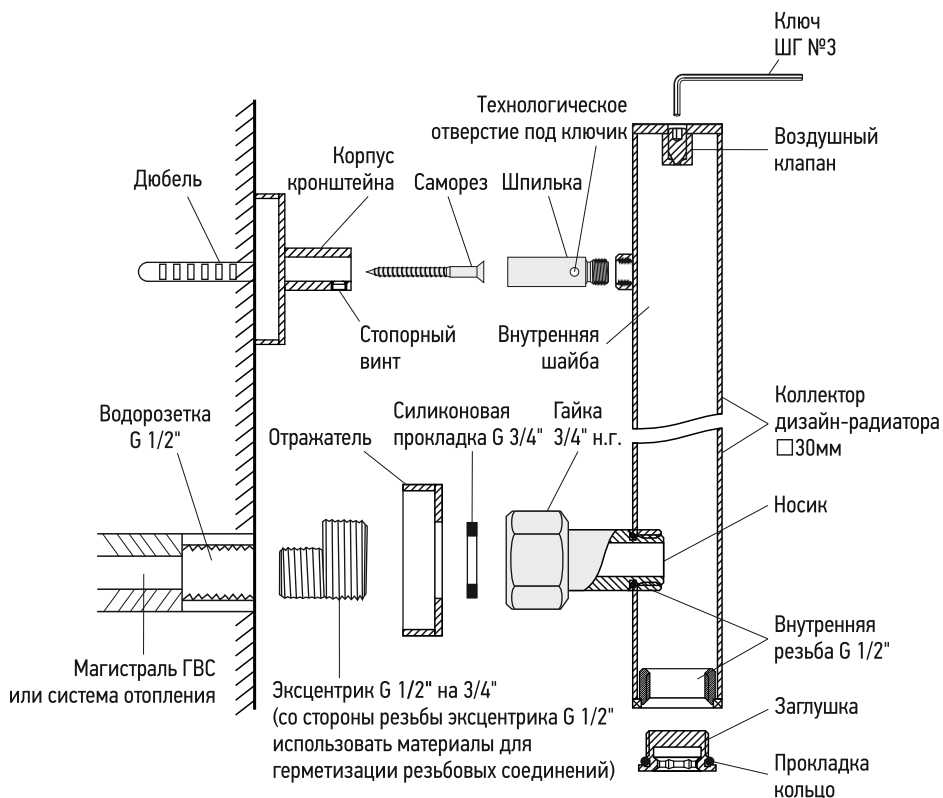

Рис. 4
3.3. Комплектация. Полотенцесушитель комплектуется согласно схеме монтажа (рис. 4):
3.4. Полотенцесушитель бытового (дизайн-радиатор) крепится к стене телескопическими кронштейнами, что позволяет регулировать расстояние до стены (рис. 4).
4.3. Сборку и установку изделия производить согласно схеме (рис. 4, 5).
4.4. Для герметизации резьбовых соединений производитель комплектует изделие прокладками собственного изготовления (см. п. 3.3.4 и рис. 4).